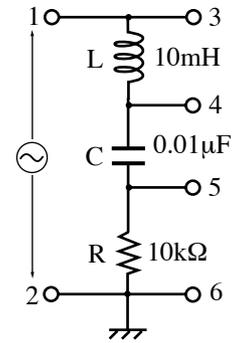

図18
- ②CR発振器を10kHzの正弦波にセットし、(A)と同様にして、RL回路の端子1、2に接続する。
- ③オシロスコープにより、各端子間電圧、 $V_{3-5}$ 、 $V_{4-5}$ 、 $V_{3-4}$ を測定し、計算値と比較せよ。
- ④また(A)⑥以降と同様にして $\sin\theta = a/b = (V_{3-4}/V_{3-5})$ の測定値と計算値を求めて比較せよ。
(C) RLC 直列回路 図18で1、2端子間のインピーダンス  $Z$  は、 $R + i\{\omega L - 1/(\omega C)\}$  である。これに交流電流  $I$  を流す時、3-5間に生じる電圧は  $iI\{\omega L - 1/(\omega C)\}$  である。ここで、 $f_o = \omega_o/(2\pi) = 1/(2\pi\sqrt{LC})$  なる周波数に対しては  $\omega_o L = 1/(\omega_o C)$  となって3-5間の電圧は0になる。この周波数  $f_o$  を共振周波数という。